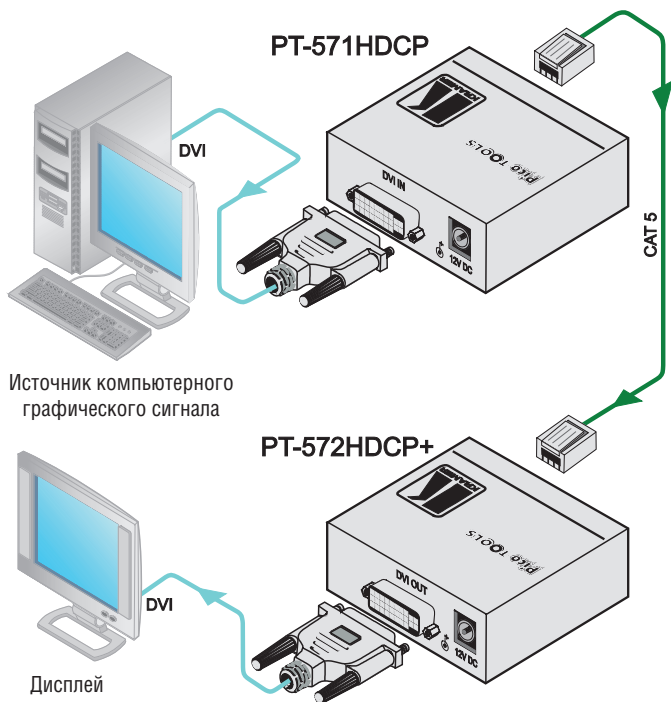

Рис. 3. Подключение линейной приемно-передающей системы DVI PT-571HDCP/PT-572HDCP
Чтобы подсоединить **PT-571HDCP** к **PT-572HDCP+** в соответствии с примером, приведенном на рис. 3, действуйте в следующем порядке:
4. Подсоедините сетевой адаптер 12 В постоянного тока к разъему электропитания на **PT-571HDCP** или **PT-572 HDCP+** и подключите адаптер к сети электропитания (не показано на рис.3).